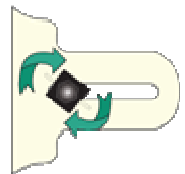

Abb. 2
2. Lockern Sie die Schrauben der Schieber etwas (s. Abb. 2).